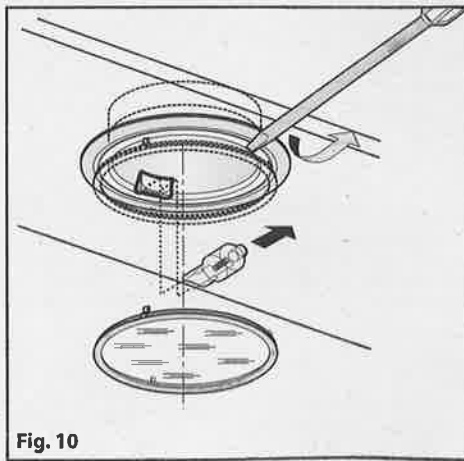

Fig. 10
• Sostituzione delle lampade alogene (Fig.10).